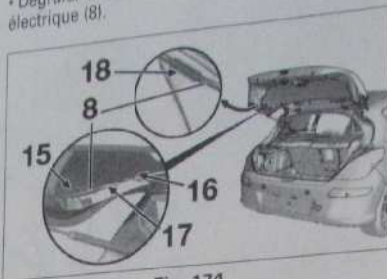

Fig. 174
- Débrancher le connecteur (15) (Fig. 174).
- Dégrafer et écarter en (16), (17) et (18), le faisceau électrique (8).